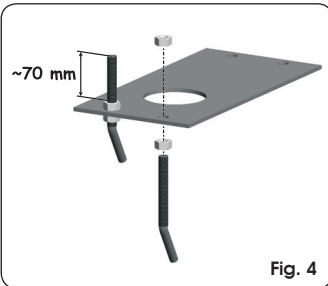

Fig. 4
1. Die Gründungsplatte laut Abb. 4 montieren.